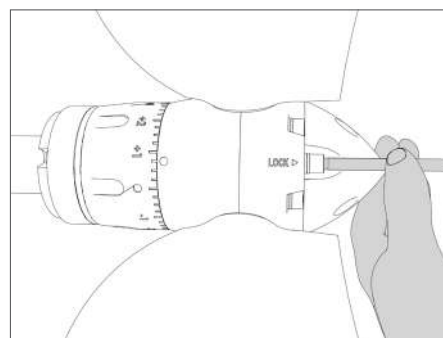

FIG. 27 | Serrare la vite di fermo
- Riavvitare la vite di fermo **F** (Fig. 27) facendo attenzione che la vite entri correttamente nel suo alloggiamento senza fatica (se la vite dovesse fare fatica a riavvitarsi giocare con la ghiera ed avvitarla lentamente affinché essa entri correttamente nel proprio alloggiamento). La vite di fermo è dotata di rondella anti-svitamento in due metà, fare attenzione a non perderla, inoltre si raccomanda di non stringere troppo forte la vite di fermo, max 7 Nm (0,7 Kgm).